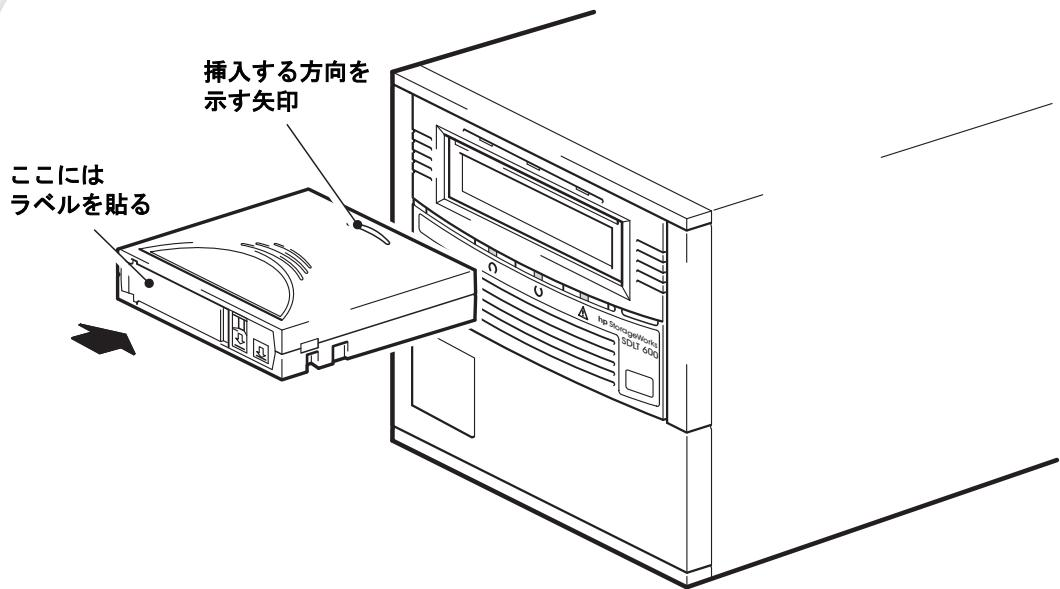

図 7a: カートリッジの装填
- 1 印がついている面が上に来るようカートリッジを持ち、ドライブの前面にあるスロットに矢印の方向に挿入しますカートリッジがロードされ始めるまで、静かに押し込みます。(図 7a を参照)。